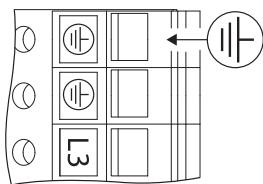

Fig. 26: Dodatno uzemljenje
- Zbog povećane odvodne struje kod motora od 11 kW prema EN 61800-5-1:2008-04 mora se dodatno priključiti pojačano uzemljenje (vidi Fig. 26).